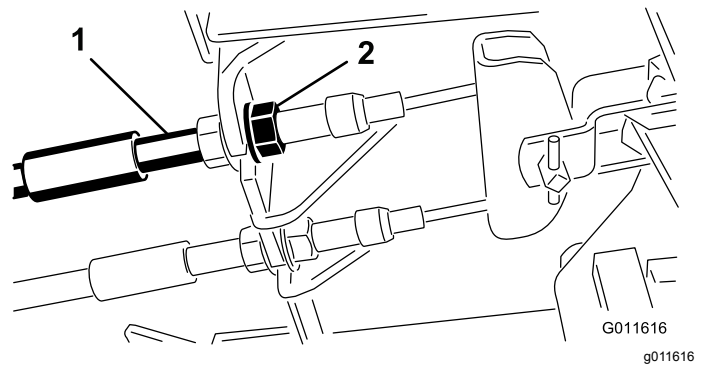

Figure 61
1. Pour réduire la garde aux pédales de frein, serrez les freins en desserrant l'écrou avant sur l'extrémité fileté du câble de frein (Figure 61).